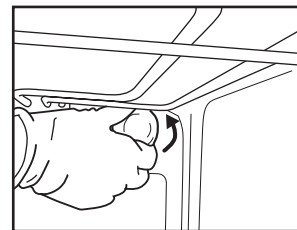

Abb. 6
2. Schrauben Sie die Lampenabdeckung ab (Abb. 6) wechseln Sie die Glühlampe aus (bezüglich des Typs siehe nachstehenden Hinweis) und schrauben Sie die Lampenabdeckung wieder auf.